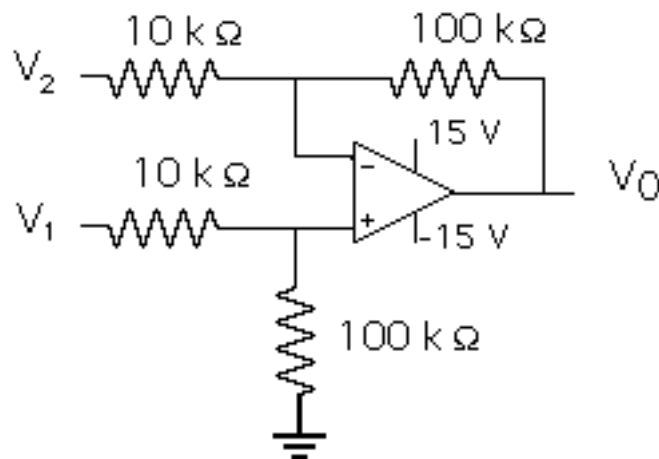

Figura 3.1.- Amplificador diferencial básico
6.- Para el circuito mostrado en la Figura 3.1 (Amplificador diferencial básico):
3.- Monte el circuito de la Figura 3.1 y realice las mediciones indicadas. Anote los resultados obtenidos en las tablas elaboradas en la Preparación. Incluya cualquier observación que juzgue de interés para explicar los resultados obtenidos.